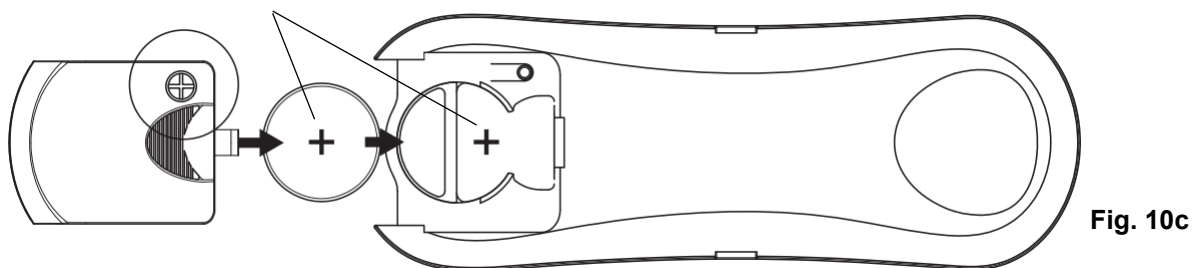

Fig. 10c
3. Inserire una nuova batteria CR2032 da 3 V CC nel vano batteria. Assicurarsi che la polarità della batteria sia corretta. (Fig. 10c).